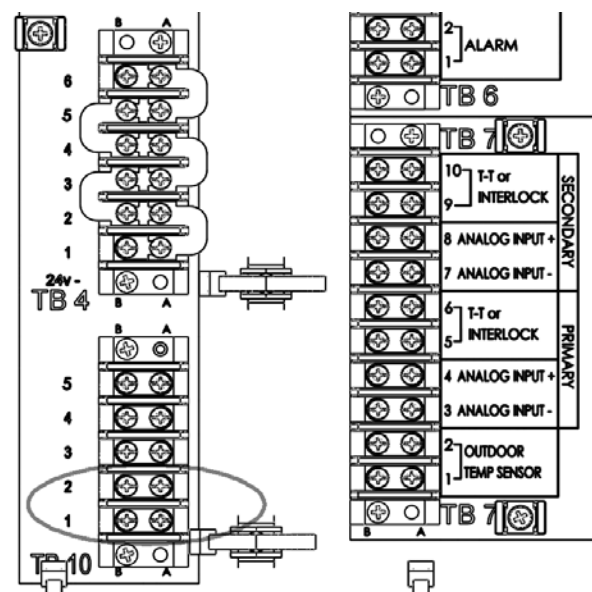

Figure 34. Déconnexion d'un écran tactile non utilisé. Voir également Figure 18 à la page 36.
3. Repérer le bornier 10 (TB10). Voir Figure 34. Retirer le cavalier reliant les broches 1 et 2 sur TB10. Consulter également la Figure 18 à la page 36 pour les connexions.